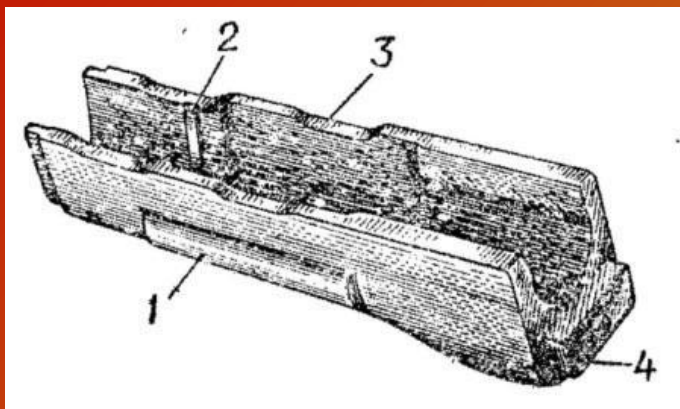

Рис. 36. Цевье
21. **Цевье** (рис. 36) служит для удобства действия и для предохранения рук автоматчика от ожогов. Оно прикрепляется к стволу снизу с помощью соединительной муфты и к ствольной коробке посредством выступа, входящего в гнездо ствольной коробки. В желобе цевья имеется металлическая прокладка для опоры ствола, а по бокам — упоры для пальцев рук. Вырезы на цевье и ствольной накладке образуют окна для охлаждения ствола и газовой трубки при стрельбе.